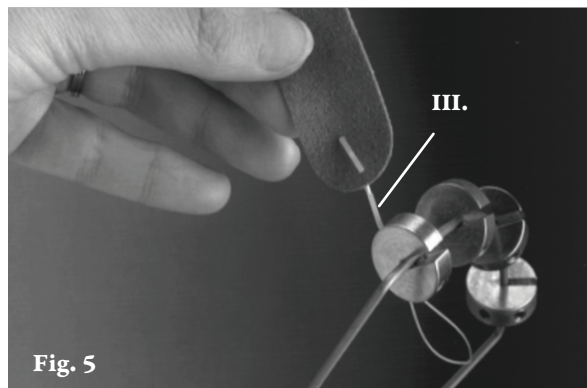
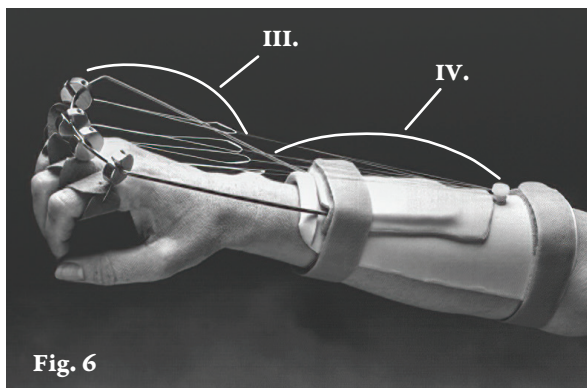

Fig. 5
Fig. 6
- 5) Pliegue las líneas de nailon (III.) de los cabestrillos para dedo con cordel atado y páselas por las poleas con ranura. (Fig. 5)
- 6) Coloque la muñeca en ligera flexión y las articulaciones MF en posición neutra. Esta es la posición correcta para lograr la tensión adecuada en la línea monofilamento. Corte cuatro piezas de 30 cm (12 in) de largo de la línea monofilamento o la línea trenzada de estabilizador (IV.). Fije el extremo distal de cada línea al bucle de los cabestrillos con cordel atado (fig. 5) (más concretamente, al final de la línea de nailon doblada). Utilice topes de línea (NC22557) o conectores de línea (NC12494) para hacer bucles y fijarlos al monofilamento. Fije el extremo proximal de las líneas a la tornillo de apriete manual. El alambre del estabilizador deberá quedar cerca de la mano. (Fig. 6)